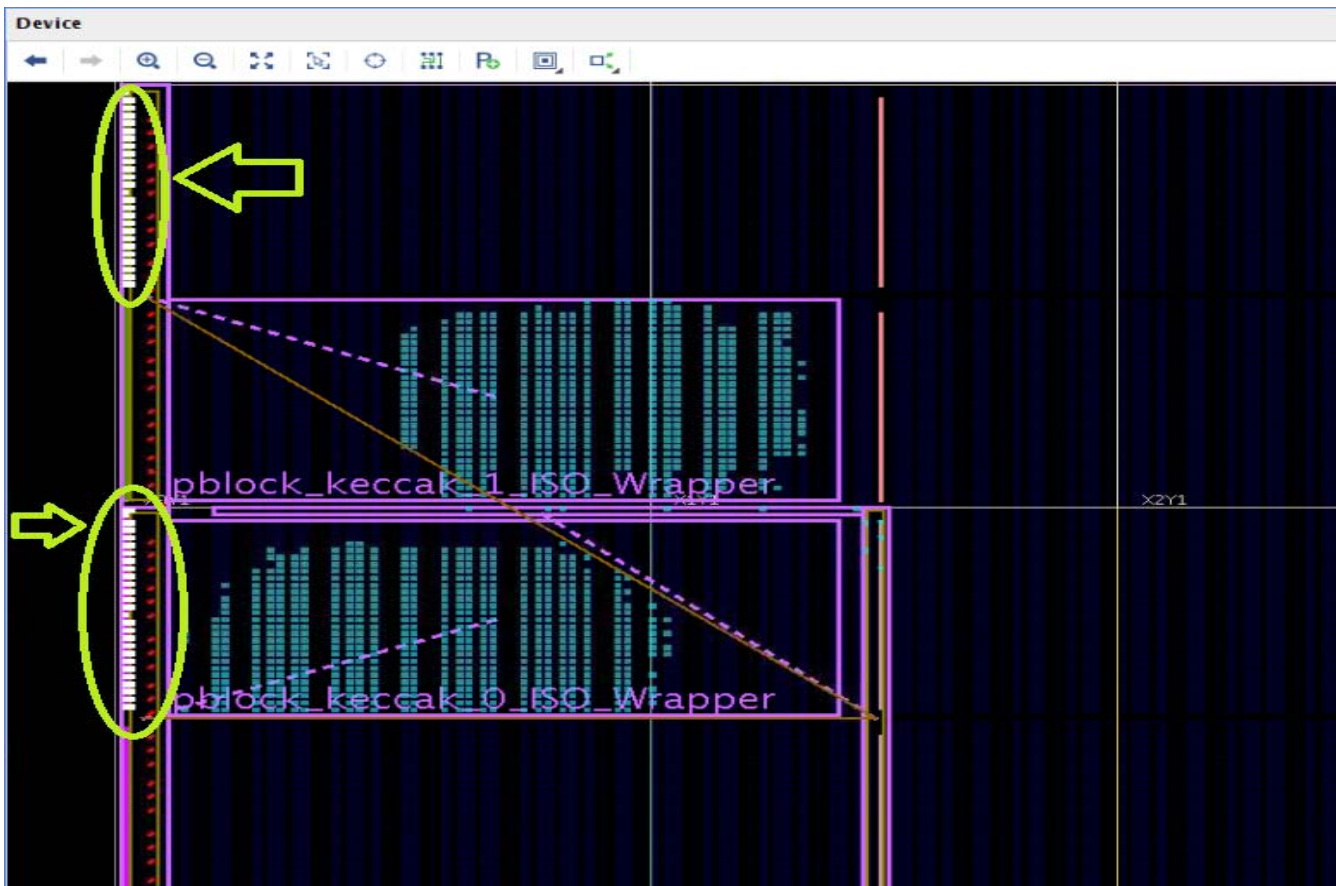

図 5: タイル隣接違反に対応するピンがハイライトされた [Device] ウィンドウ
- 図 4 で選択されている DRC (IDF_VIV2-2 #1) は、パッケージピン隣接違反を示しています。この行を選択すると、図 5 に示すように、対応する I/O バッファが [Device] ウィンドウで選択されます。